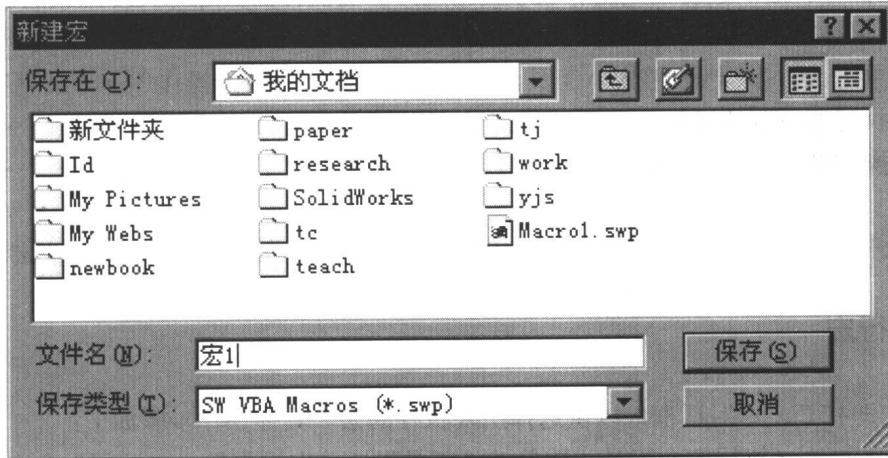

图 1.3 “新建宏”对话框
(1) 单击宏工具栏上的（新建宏）工具，或单击“工具”→“宏操作”→“新建”命令。
(2) 弹出“新建宏”对话框，如图 1.3 所示。